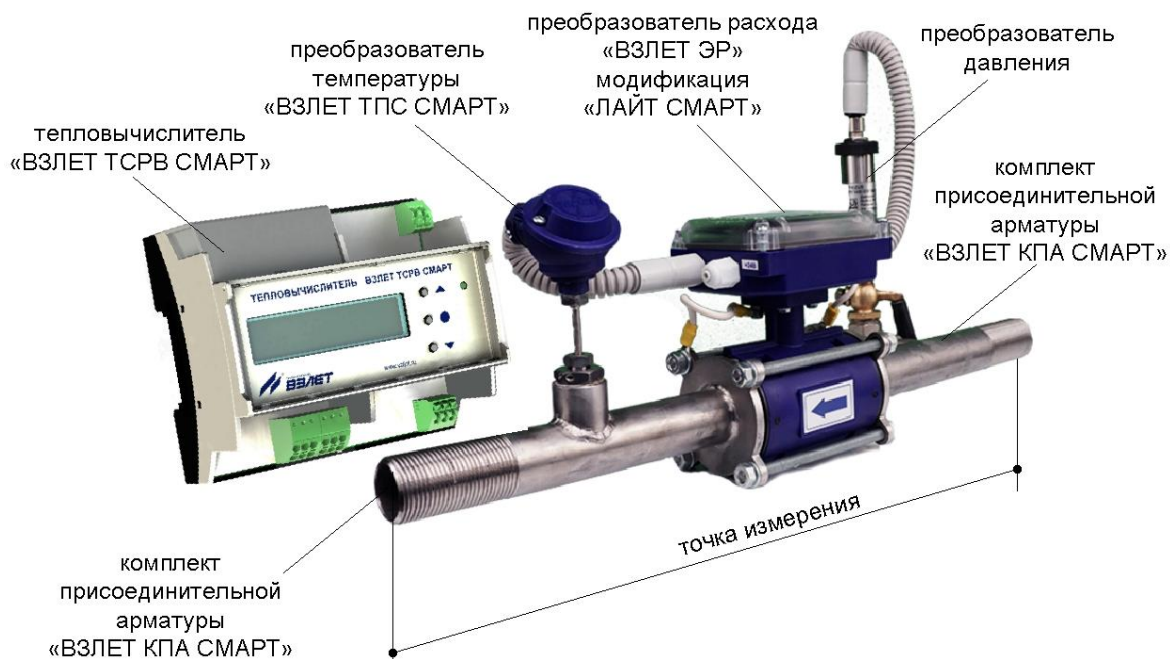

Рис.1. Составные части теплосчетчика-регистратора «ВЗЛЕТ ТСР СМАРТ».
Общий вид составных частей теплосчетчика-регистратора «ВЗЛЕТ ТСР СМАРТ» показан на рис.1.
1.1.4. Комплект преобразователей (ПР, ПТ, ПД) из состава теплосчетчика-регистратора «ВЗЛЕТ ТСР СМАРТ» монтируется в заводских условиях на участки трубопровода из комплекта присоединительной арматуры «ВЗЛЕТ КПА СМАРТ», образуя «точку измерения» (рис.1). Набор «точек измерения» соответствующего диаметра, формируемых в соответствии со схемой теплоучета, поставляется на основании карты заказа.